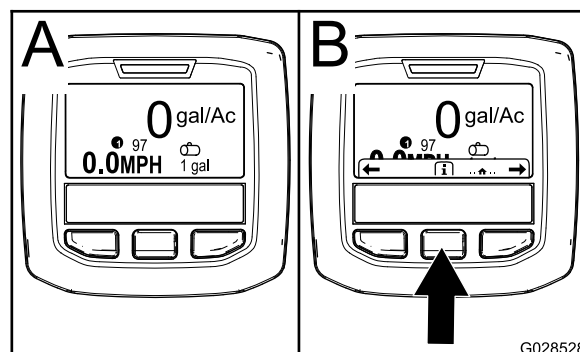

Figura 60
2. Após cerca de 15 segundos, surge o ecrã inicial. Carregue no botão de seleção central para visualizar o contexto da informação (Figura 60).